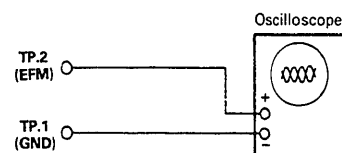

Fig. 40
- 1) Brancher l'oscilloscope sur TP. 2 (EFM) et TP. 1 (GND) (Fig. 40).